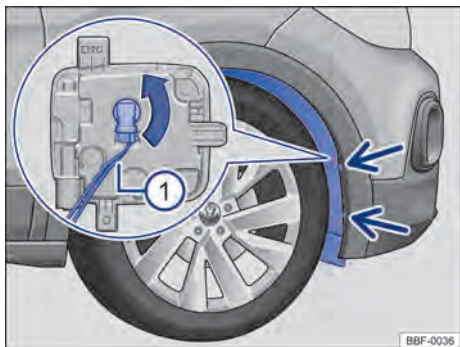

Fig. 185 Na caixa de roda dianteira: acesso à lâmpada incandescente do farol de neblina.
- ① Observar a lista de controle e executar as ações → Página 252.
- ② Remover os parafusos de fixação do revestimento da caixa de rodas → Fig. 185 (setas) com o auxílio de uma chave de fenda.
- ③ Pegar o revestimento da caixa da roda pelos cantos entre os furos dos parafusos de fixação soltos e pressionar um pouco para o lado interno do veículo, para poder soltar o clipe de dentro.
- ④ Rebater com cuidado o revestimento da caixa de roda para o lado.
- ⑤ Retirar o conector de alimentação da lâmpada → Fig. 185 ①, pressionar, ao mesmo tempo, a trava de fixação do conector.
- ⑥ Girar o soquete da lâmpada → Fig. 185 (seta), no sentido anti-horário até o batente, e desencaixá-lo do alojamento.
- ⑦ A lâmpada do farol de neblina está fixada no soquete, devendo ser trocado o conjunto lâmpada e soquete.
- ⑧ Substituir a lâmpada incandescente queimada por uma lâmpada incandescente nova do mesmo modelo.
- ⑨ Pressionar o soquete da lâmpada no farol e girar no sentido horário até o batente.
- ⑩ Certificar-se de que o soquete está corretamente fixado no farol.
- ⑪ Encaixar o conector de alimentação → Fig. 185 ① no soquete da lâmpada. o conector precisa encaixar audivelmente.
- ⑫ Rebater de volta o revestimento da caixa de roda, de modo que o clipe de dentro se encaixe.
- ⑬ Recolocar os parafusos de fixação → Fig. 185 (setas) e apertá-los.